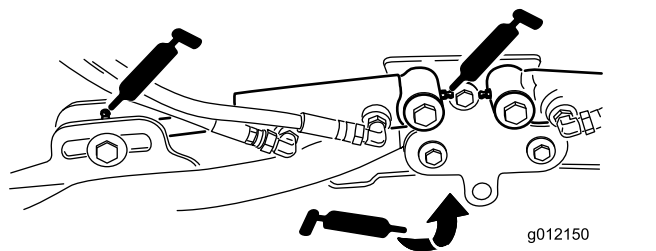

Figura 64
- Cilindros do braço de elevação da unidade de corte (2 cada) (Figura 64)
- Articulações do braço de elevação (1 cada) (Figura 64)